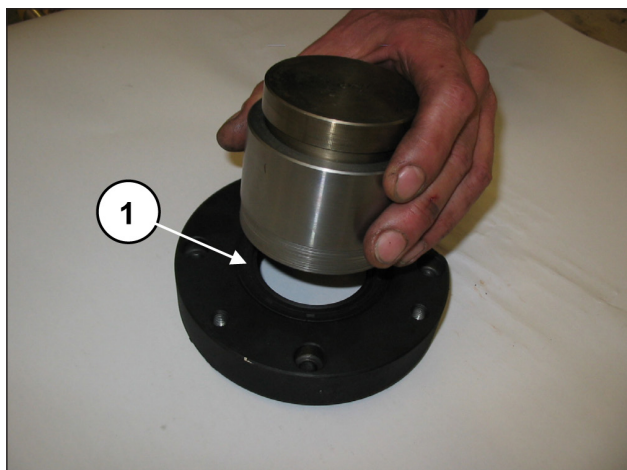

Fig. 63
Premontare i coperchi cuscinetto PTO destro e sinistro: Inserire l'anello di tenuta radiale all'interno del coperchio cuscinetto PTO mediante l'utilizzo dell'attrezzo cod. 27539500 (pos. ①, Fig. 63).